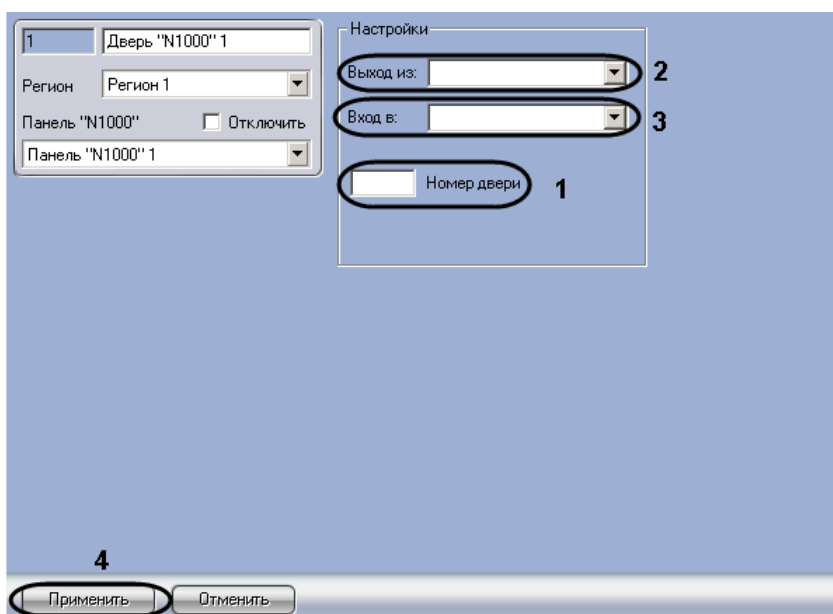

Рис. 3.4—2 Панель настроек объекта Дверь “N1000”
2. В поле **Номер двери** ввести адрес точки доступа (см. Рис. 3.4—2, 1).
3. Из раскрывающегося списка **Выход из:** выбрать объект **Раздел**, соответствующий территории, расположенной со стороны входа через считыватель (см. Рис. 3.4—2, 2).